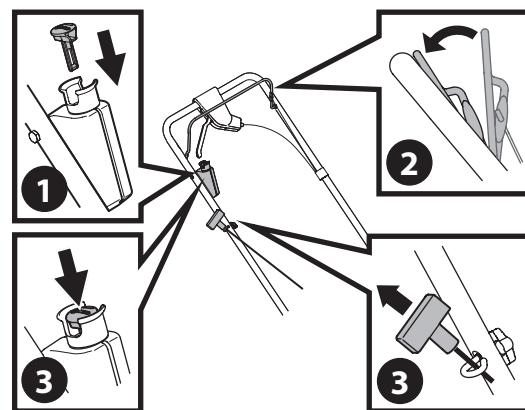

Рисунок 4
1. Только для устройств электростартера – вставьте пластмассовый нажимной ключ электростартера в корпус стартера, расположенный с правой стороны верхней рукоятки, до тех пор, пока он не защелкнется на месте (рис. 4).
2. Стоя за газонокосилкой, потяните рукоятку управления лезвием назад к верхней рукоятке (рис. 4).
- **Электростартер (при наличии):** нажмите клавишу электростартера, чтобы запустить двигатель (рис. 4).